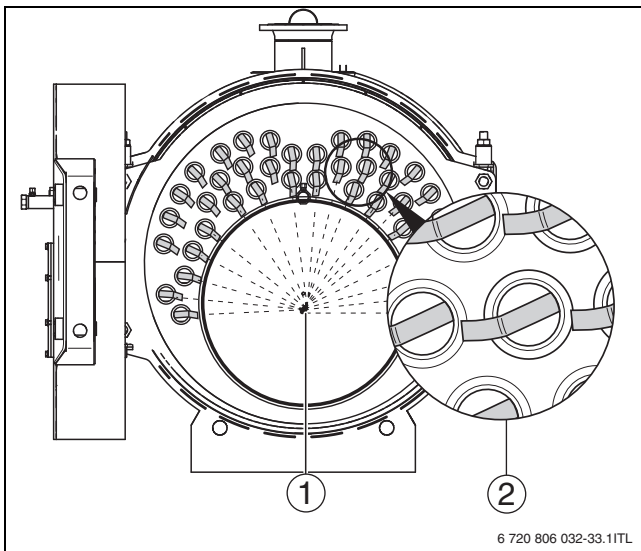

Рис. 33 Установка турбуляторов
- ▶ Устанавливайте турбуляторы так, чтобы все концы (→ рис. 33, [2]) были направлены к середине камеры сгорания.